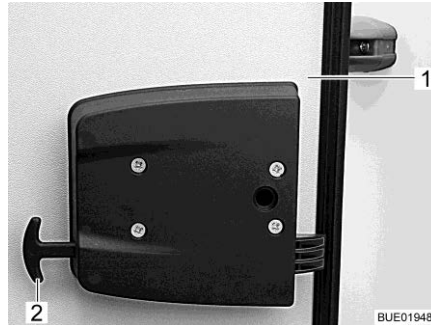

Bild 38 Notentriegelung Garagenklappe
- An beiden Griffen der Notentriegelung (Bild 38,2) ziehen.
- Garagenklappe (Bild 38,1) nach außen drücken.